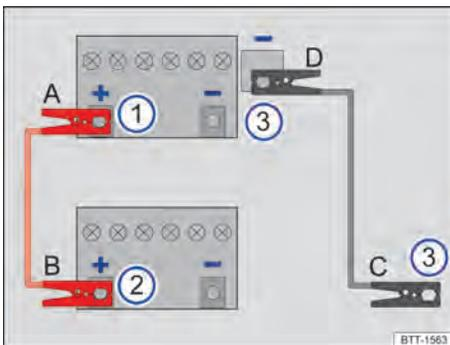

Fig. 156 Esquema para conexão dos cabos auxiliares de partida.
Legenda para Fig. 156:
Conectar o cabo auxiliar de partida somente na sequência **A – B – C – D** → Fig. 156.
- Conectar uma extremidade do cabo auxiliar de partida *vermelho A* no polo positivo + da bateria do veículo com a bateria do veículo 12 V descarregada → Fig. 156 ① → .
- Conectar a outra extremidade do cabo auxiliar de partida *vermelho B* ao polo positivo (+) do veículo fornecedor de corrente elétrica → Fig. 156 ②.
- Conectar uma extremidade do cabo auxiliar de partida *preto C*, de preferência, em um ponto de auxílio da partida (ponto de aterramento), ou então, em uma peça metálica maciça firmemente aparafusada com o bloco do motor ou no próprio bloco do motor do veículo que gera corrente → Fig. 156 ③.
um ponto de auxílio da partida (ponto de aterramento), ou então, em uma peça maciça de metal parafusada firmemente com o bloco do motor ou no próprio bloco do motor → Fig. 156 ③ → ⚠.
- Desconectar o cabo auxiliar de partida com o motor em funcionamento somente na sequência D – C – B – A → Fig. 156.